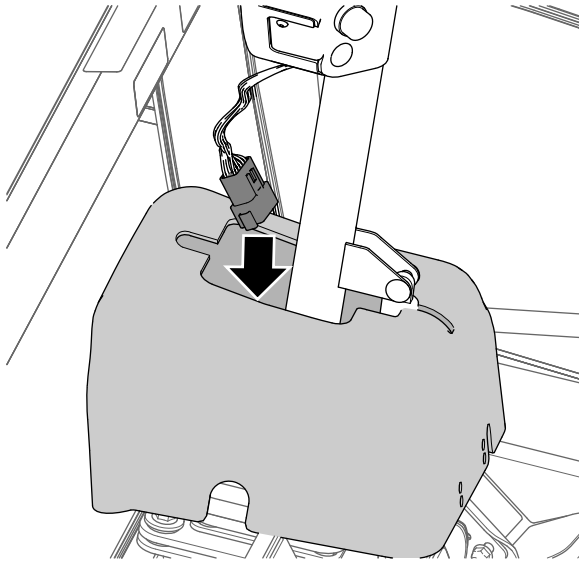

Figura 20
4. Perfore un taladro de 16 mm en la intersección de las marcas que hizo en los pasos 2 y 3 (Figura 20).
5. Corte la cubierta para extender el taladro hasta el hueco de la cubierta, como se muestra en (Figura 20).
1. Enrute el arnés de cables del kit a través de la cubierta, como se muestra en Figura 20.